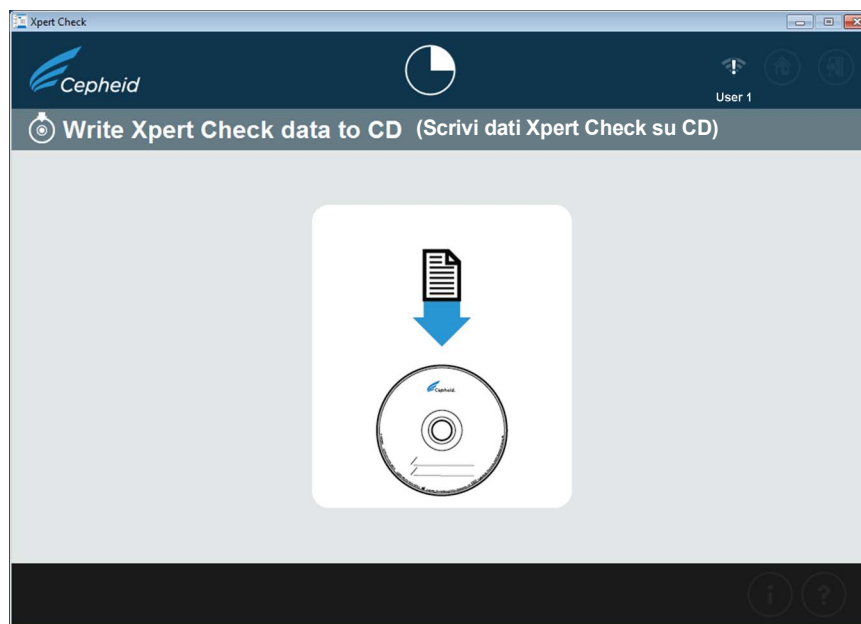
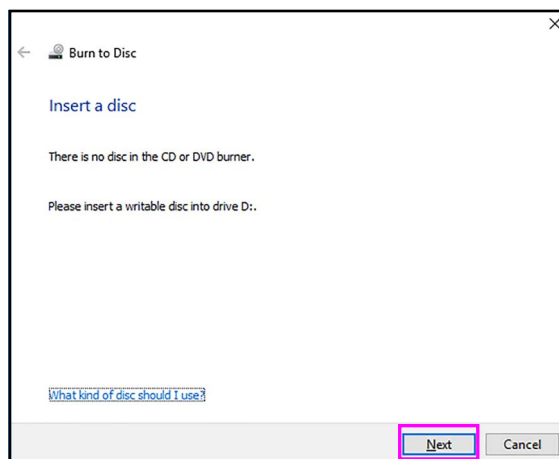
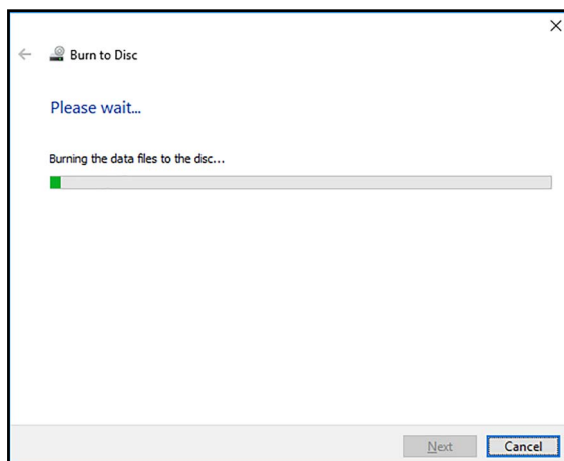

Figura 2-32. Schermata Scrivi dati Xpert Check su CD - Passaggio 2
Figura 2-34. Programma di scrittura CD - Esempio di schermata Inserisci un disco scrivibile per continuare
Figura 2-35. Schermata dello stato di avanzamento della scrittura/masterizzazione del CD
- Dopo aver inserito il CD vuoto, la schermata cambierà per qualche istante, a indicare che il CD è stato riconosciuto. Vedere la Figura 2-32. Questa schermata verrà visualizzata fino al completamento del processo di scrittura del CD.
6. A questo punto verrà visualizzata la schermata Procedura guidata di scrittura CD (CD Writing Wizard) o la schermata Masterizza su disco (Burn to Disc) (Figura 2-34) in sovrapposizione alla schermata riportata qui sopra nella Figura 2-32.
- B. Se il CD non viene riconosciuto, potrebbe essere visualizzata la schermata mostrata nella Figura 2-34 anziché la schermata mostrata nella Figura 2-35, che chiede di inserire un disco scrivibile per continuare. In questo caso, i dischi scrivibili sono i CD su cui è possibile memorizzare i file. I dischi scrivibili possono essere scritti una sola volta, ossia qualunque file viene copiato sul disco in maniera definitiva.
- D. Durante il processo di scrittura/masterizzazione, sulla schermata verrà visualizzata una barra di avanzamento. Vedere la Figura 2-35.